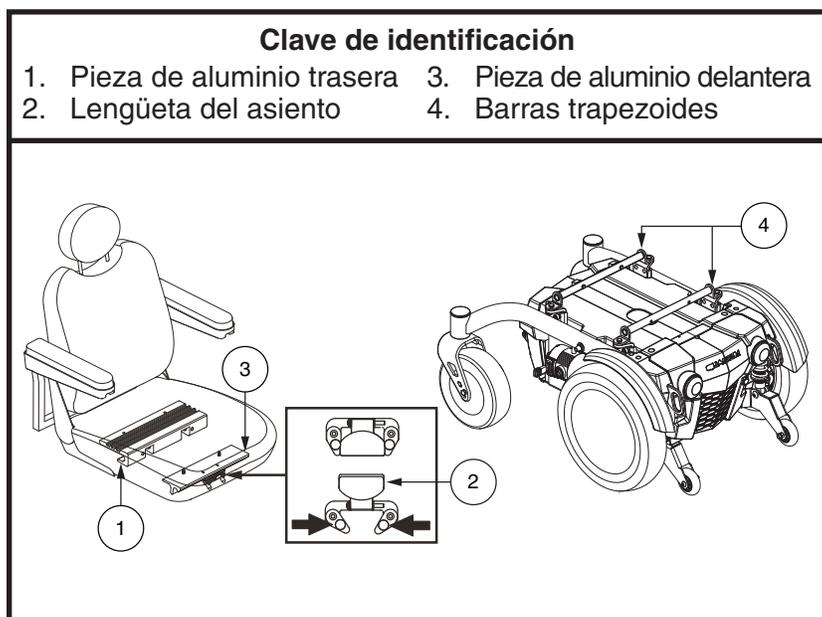

Figura 7. Sistema de Montaje Universal y el asiento contorneado
Instale el asiento antes de utilizar la silla por primera vez o tras haberla transportado a su lugar de destino. Instale el asiento antes de utilizar la silla por primera vez o tras haberla transportado a su lugar de destino. La mayoría de los asientos están unidos a la base eléctrica mediante el Sistema de Montaje Universal (UMS). Se trata de piezas universales que pueden utilizarse con cualquier respaldo medio o alto, independientemente de la profundidad y anchura del asiento. Los dos componentes principales son de aluminio extruido y están ubicados en la base del asiento. Estas piezas se unen a un par de barras trapezoides que se acoplan a la base eléctrica. **Ver figura 7.**
1. Incline el asiento y encaje la pieza de aluminio trasera en la barra trapezoide trasera. **Ver figura 7.**
4. Mueva hacia abajo la lengüeta de seguridad. **Ver figura 7.**